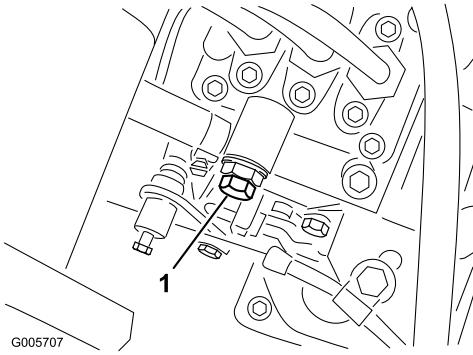

Bild 33
3. Öffnen Sie die Entlüftungsschraube an der Kraftstofffeinspritzpumpe (Bild 33).